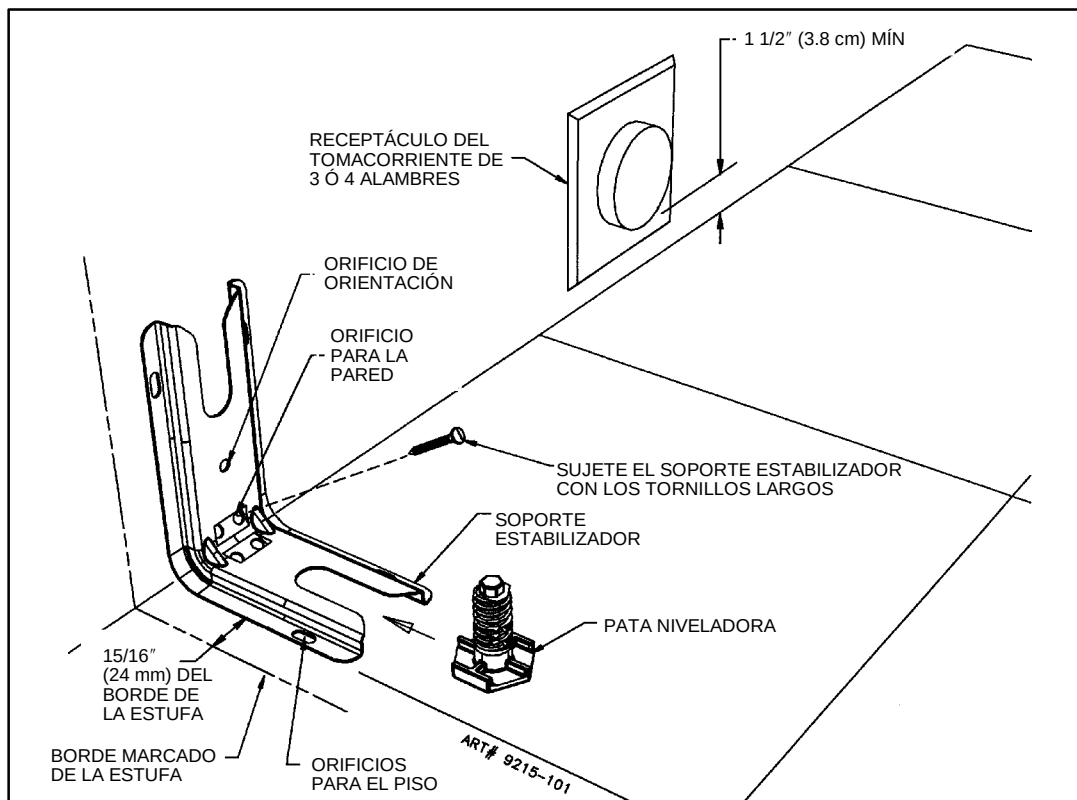

FIGURA 3
PASO 1 - Ubicación del soporte estabilizador (vea la figura 3) Instalaciones con tomacorriente de pared montado al ras
- Coloque el SOPORTE del "BORDE" marcado a 15/16" (24 mm) del centro de la abertura y contra la pared posterior según se muestra en la figura 3, con el orificio de orientación hacia la pared.
- Use el soporte como plantilla y marque los orificios necesarios, según se muestra en la figura 3, para el tipo de construcción que se utilizará.